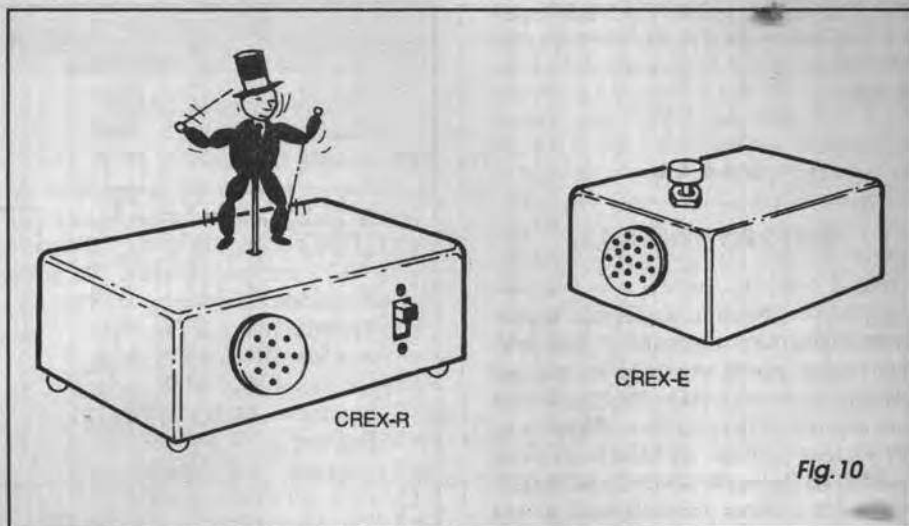

Fig. 10
**- FIG. 10 - NEM SEMPRE O ESTADO DE REPOUSO CORRESPONDE A ZERO ALGUMA COISA...** - Dissemos, nas explicações das analogias, que o nível de *zero volt* que serve como referência para o desenho da Corrente Alternada, corresponderia ao *estado de repouso* do meio através do qual o som se propaga... Entretanto, na prática, é bom lembrar que nem sempre a tal condição de repouso do meio, ou do *estado* elétrico, correspondem obrigatoriamente a... *zero*! Observem o diagrama onde, ao alto, vemos em **A** e **B** duas representações de condições de repouso elétrico, correspondentes a **5 volts positivos** e a **5 volts negativos**, respectivamente... Entretanto, em nenhum dos casos se configura o que chamamos de *signal elétrico*, pois não ocorre uma manifestação *dinâmica*...! São, sim, estados ou níveis de tensão fixos, diferenças permanentes e estáticas de potencial com relação a um hipotético referencial de *zero*... Da mesma forma, no diagrama inferior (referente a níveis de *pressão* de um meio, como o AR, por exemplo...), nem em **A** nem em **B** temos... SOM! Isso porque em ambos os
Ainda observando a FIG. 10, e dentro das mesmas analogias já feitas, a representação **A** do gráfico ao alto indica uma **CORRENTE CONTÍNUA** com 5 volts de tensão positiva... Lembrem-se (já estudamos isso...) que tal corrente, sob tal tensão, *pode*, com o auxílio de um circuito específico chamado de **OSCILADOR**, gerar um *signal elétrico*, uma autêntica manifestação de **C.A.**...! Da mesma forma, a *pressão mais alta do que a normal* num determinado meio, representada pela linha **A** do gráfico inferior *pode*, através de um dispositivo (apito de soprar, sirene pneumática, etc.) gerar um **SOM** (uma manifestação oscilatória, *perturbadora* do dito meio)!
- FIG. 10 - UMA INTERESSANTE APLICAÇÃO PARA O CREX... - Afinal, *o quê se pode fazer com o CREX...?* Isso fica por conta da imaginação criadora dos *alunos* (é o que não lhes falta, sabemos...), mas as possibilidades são realmente amplas... Considerando o funcionamento temporizado do motorzinho comandado pelo **CREX-R**, e que, sob parâmetros normais, gira por cerca de 5 segundos a cada ordem enviada pelo **CREX-E**, muita coisa poderá ser inventada *em cima*! Se o módulo **receptor** for alimentado a pilhas (6 V, por exemplo, fornecidos por 4 pilhas pequenas num suporte - motorzinho também de 6 V, não se esqueçam...), pequenos veículos de controle remoto poderão ser criados com relativa facilidade... Eventualmente, se algum brinquedo *já existente* usar internamente um motorzinho original para 6 VCC, o conjunto poderá até ser
adaptado (a placa do **CREX-R** não é assim tão *trambolhuda*...), transformando o dito brinquedinho (originalmente do tipo que poderia ser apenas ligado/desligado via interruptor incorporado...) num bem mais sofisticado, acionável agora por controle remoto! A FIG. 10 traz uma interessante sugestão alternativa, que embora exija uma certa mão de obra, resultará bastante atraente: com o circuito do **CREX-R** embutido numa caixa plástica de convenientes dimensões, o respectivo motorzinho poderá ser internamente fixado de modo a acionar um *excêntrico*, o qual, por sua vez, movimentará um bonequinho articulado, mecanicamente ligado através de um pino vertical solidário ao mencionado *excêntrico*... Assim, a cada comando emitido pelo **CREX-E** o bonequinho *dançará* por alguns segundos! A criança (e os adultos também...) ficará simplesmente fascinada...! Aproveitamos para lembrar que a temporização inerente ao **CREX-R** poderá, com toda a facilidade, ser modificada pela alteração do valor do resistor original de 470K e/ou do capacitor de 10u, bastando que o caro *aluno* recorra às *aulas* que trataram especificamente do assunto 555 *COMO MONOESTÁVEL*, anteriormente em nosso *curso*...! Ainda na figura, notem a disposição geral que deve ser adotada para a colocação das cápsulas piezo dos dois módulos, sempre fixadas externamente aos eventuais *containers* de modo que, tanto no **emissor** quanto no **receptor**, o som possa - respectivamente - ser emitido e recebido de forma livre e desimpedida... Durante a utilização, considerar que devido às características dos transdutores de cristal, e à frequência escolhida para o comando, existirá um certo grau de *direcionalidade*, com o funcionamento sendo